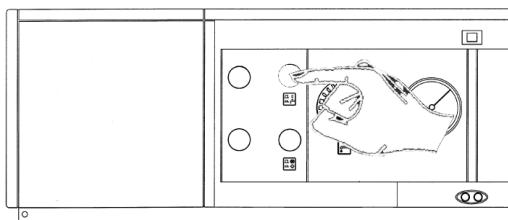

Рис. 7.3
- нажмите кнопку включения бойлера и убедитесь в том, что загорелся зеленый световой индикатор (рис. 7.3).